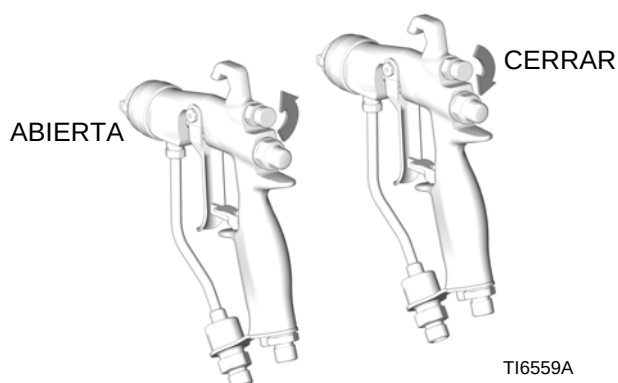

FIG. 13
4. Cierre el aire de ajuste del chorro girando completamente el mando en sentido horario (hacia adentro). Vea FIG. 13. De esta forma la pistola está ajustada para pulverizar con el chorro más amplio.
Para conseguir un chorro más estrecho, gire la llave de la válvula de ajuste del chorro en sentido antihorario (hacia afuera). Vea FIG. 13. Si el chorro no es lo suficientemente estrecho, aumente ligeramente la presión del suministro de aire a la pistola o utilice una boquilla de tamaño distinto. (No está disponible para las pistolas con boquilla RAC.)